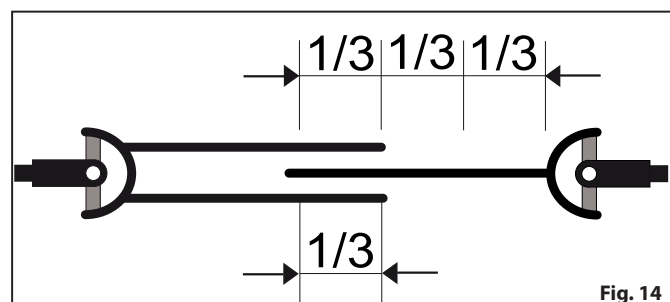

Fig. 14
- **W każdych warunkach roboczych rury teleskopowe muszą na siebie zachodzić co najmniej na 1/3 ich długości « Fig. 14 ».**